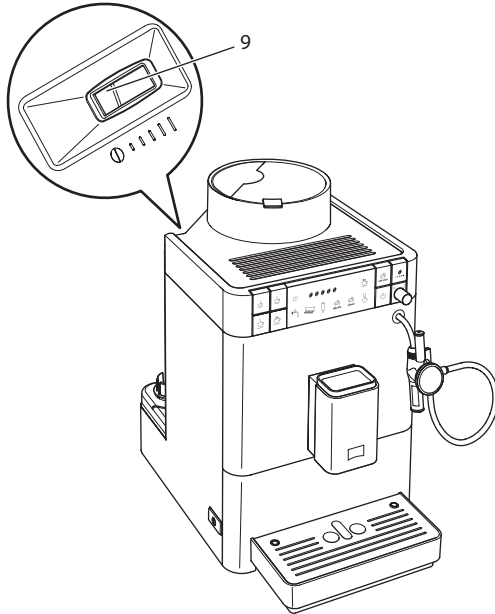

Fig. 13: Arm til indstilling af malingsgraden
- » På huset ses armen "Indstilling af malingsgrad" (9)
2. Stil armen til venstre eller til højre, som vist på Fig. 13.